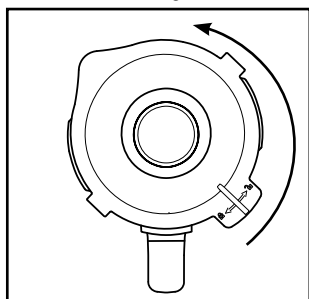

Fig. 1
- 1) Tag blenderkanden ③ lodret op fra motorblokken ⑥.
- 2) Fjern låget ② ved at dreje det mod uret i retning af position  (se fig. 1), indtil du kan tage det af oppefra.
- 3) Fyld blenderkanden ❸ mindst op til den nederste streg på skalaen ❹ og maksimalt til MAX-markeringen. For at opnå optimale resultater anbefaler vi følgende maksimale påfyldningsmængder: